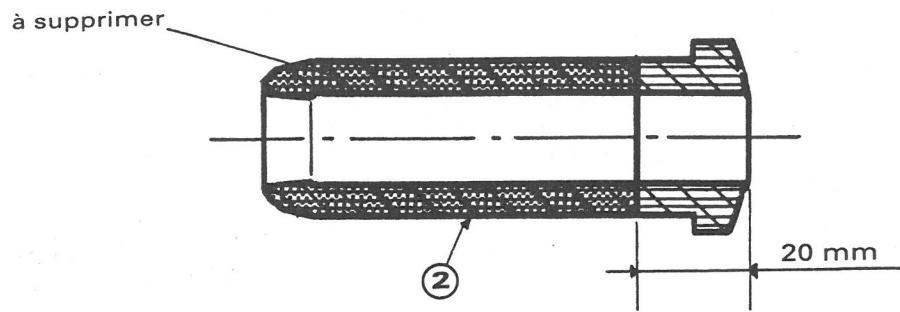

Fig. 3
– Couper ces silentblocs à **20 mm de la tête (fig. 3)**